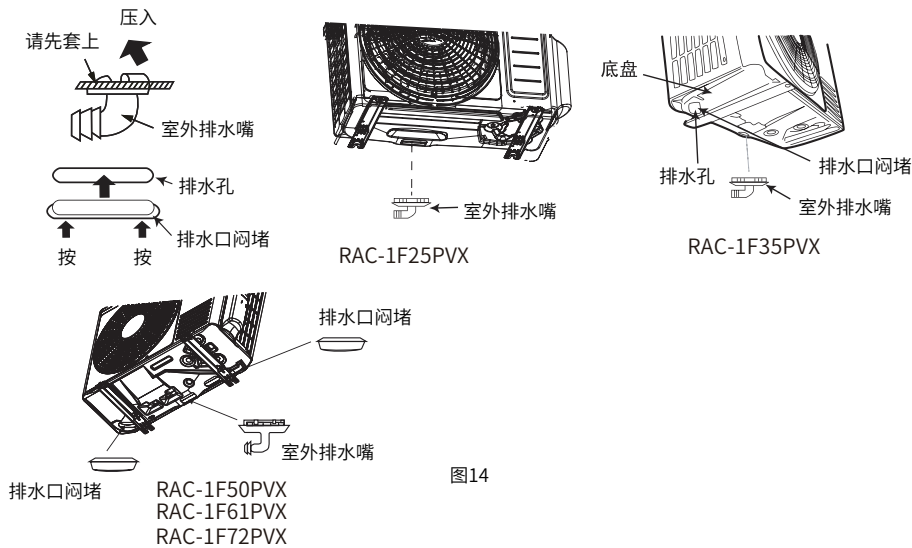

图14
- 2 请将机体在安装后，按图14所示将室外机附件中的室外排水嘴安装在排水孔中。